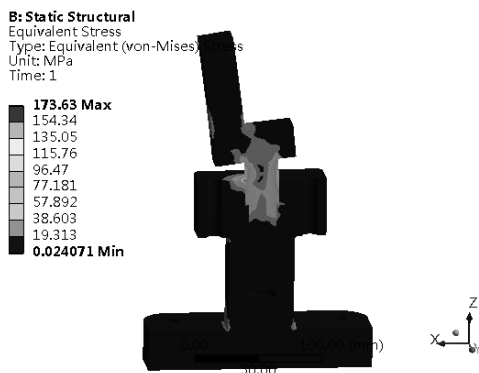

图 13-79 应力分布云图
Step5：用同样的操作方法，查看应力分布云图，如图 13-79 所示。